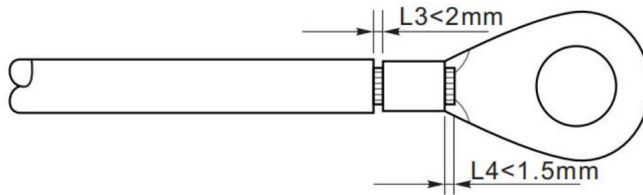

Figure 5-3 Instructions de connexion à la terre (2)
Étape 2 : Insérez les fils conducteurs dénudés dans la borne OT et sertissez-les à l'aide d'un outil de sertissage, comme illustré à la figure 5.3. Il est recommandé d'utiliser la borne OT : OT M6, câble :  $\geq 6$  mm2.